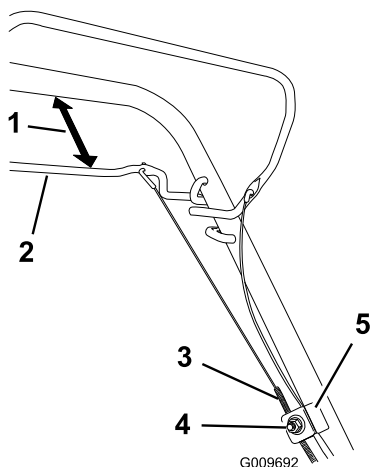

Рисунок 31
1. Ослабьте гайку держателя троса (Рисунок 31).
- Установите между штангой управления самоходным приводом и рукояткой зазор величиной от 25 до 38 мм (от 1 до 1-1/2 дюйма) (Рисунок 31).
- Потяните трос (по направлению к машине), пока он не ослабнет (Рисунок 31).